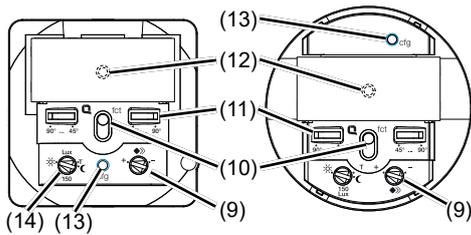

Figura 5: Elementos de operação e de regulação da parte inferior do módulo de aplicação
- Selecionar o modo de teste. Para isso, colocar o potenciômetro para nível de luminosidade (figura 5, 13) na posição **T**.